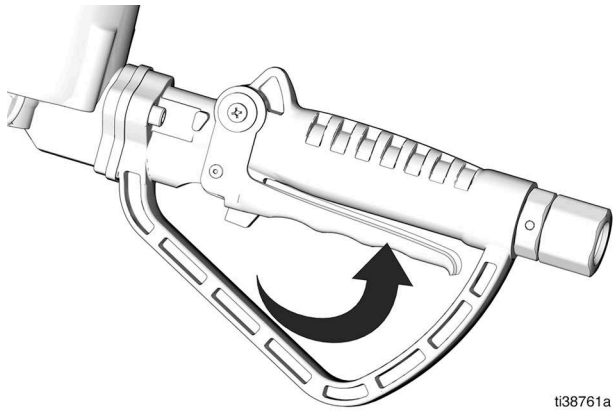

図 6
8. プリセット量に達する前に吐出を停止するには、引き金をバルブ本体側に引いて、引き金を放し、引き金ラッチを解除します（図 6および図 7）。